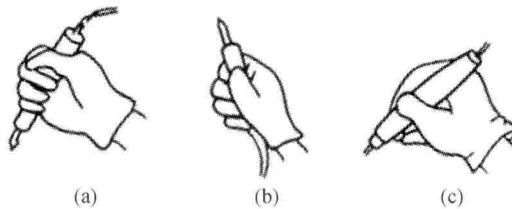

图 1-2 电烙铁的三种握法
(2) 电烙铁的使用方法及注意事项。一般采用坐姿焊接，工作台和座椅的高度要合适。焊接操作者握电烙铁的方法有三种，如图 1-2 所示。
- 1) 试说明图 1-2 中 (a)、(b)、(c) 分别对应的握法是\_\_\_\_\_、\_\_\_\_\_、\_\_\_\_\_。